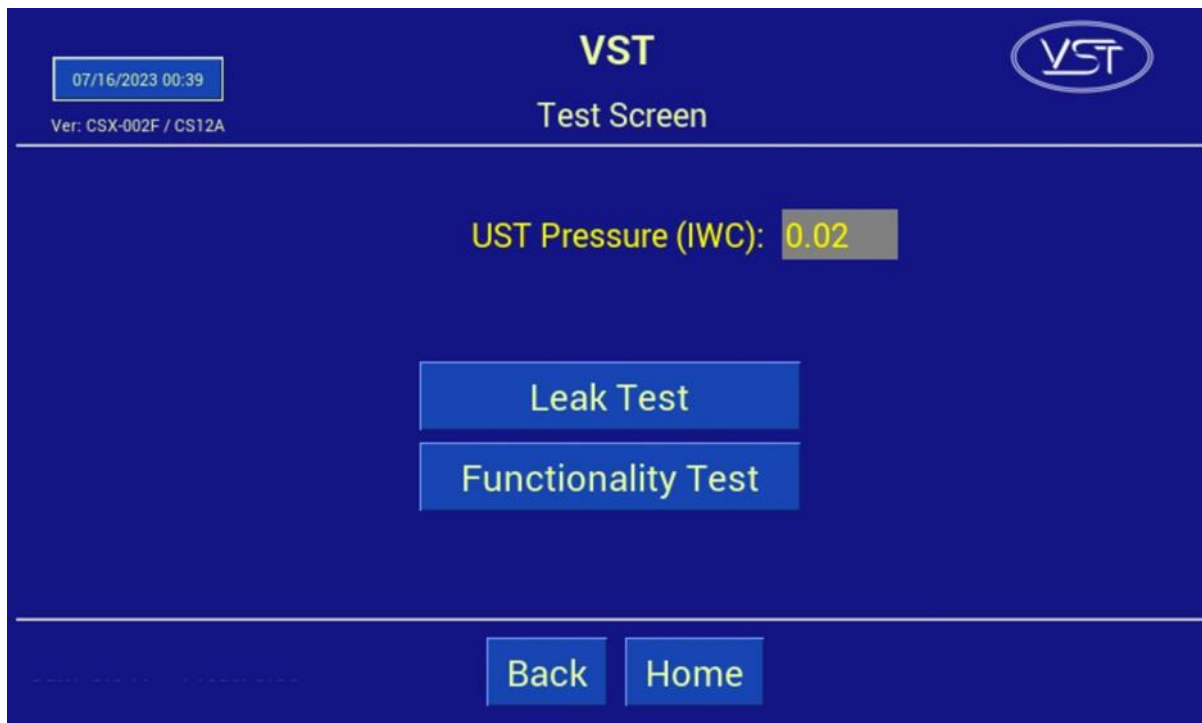

Figura 8-18: Pantalla de pruebas
- e) Presione el botón Run Tests y presione Functionality Test. **Vea Figura 8-18.** Este botón hace funcionar la GREEN MACHINE y le permite comprobar el voltaje de cada uno de los terminales del relé de estado sólido. Consulte la tabla siguiente para conocer los valores esperados de voltaje de cada terminal.